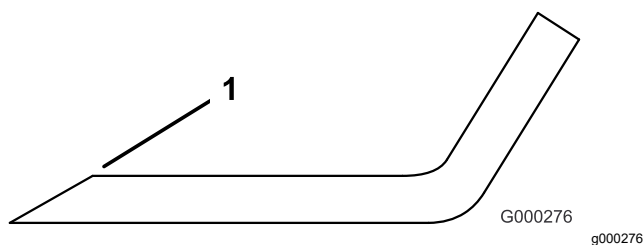

Figure 27
4. Examinez les tranchants de toutes les lames et aiguiser-les s'ils sont émoussés ou ébréchés (Figure 27).
Remarque: N'aiguiser que le haut du tranchant et conservez l'angle de coupe d'origine pour obtenir une coupe nette (Figure 27). Limez la